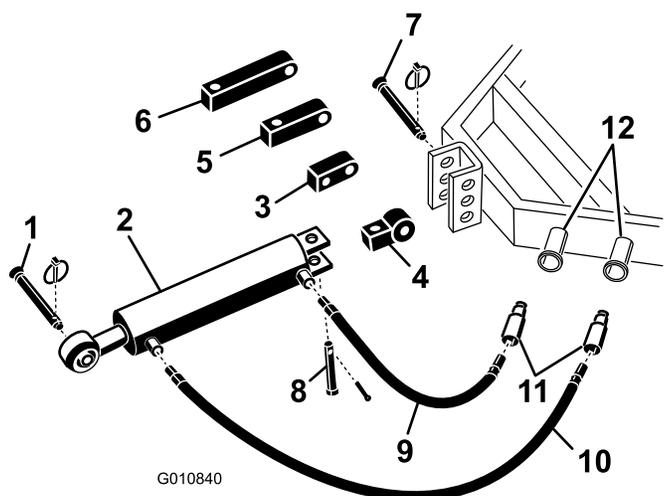

**图 4**
- 使用挂钩销和保险销将下连杆臂固定到打孔机安装支架上 **图 4**。